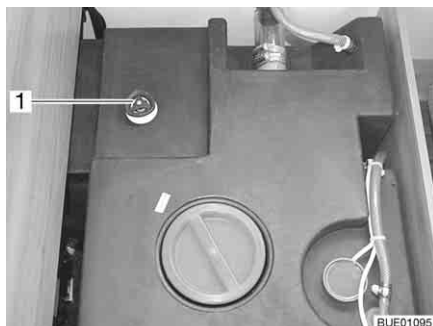

Fig. 226 Serbatoio dell'acqua con maniglia girevole
- Sul serbatoio dell'acqua, ruotare la maniglia girevole (Fig. 226,1) in senso orario fino all'arresto.
- Sul serbatoio dell'acqua, ruotare la maniglia girevole (Fig. 226,1) in senso antiorario fino all'arresto. L'acqua fuoriesce fino a 60 litri.